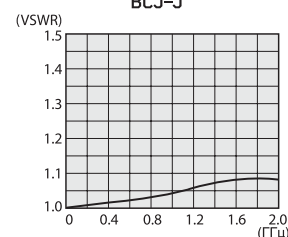

Рис. 1
- Центральный контакт, покрытый золотом, сделан из бериллиевой бронзы (рис. 1).
- VSWR 1.1 или меньше, частота до 2 ГГц (рис. 1).